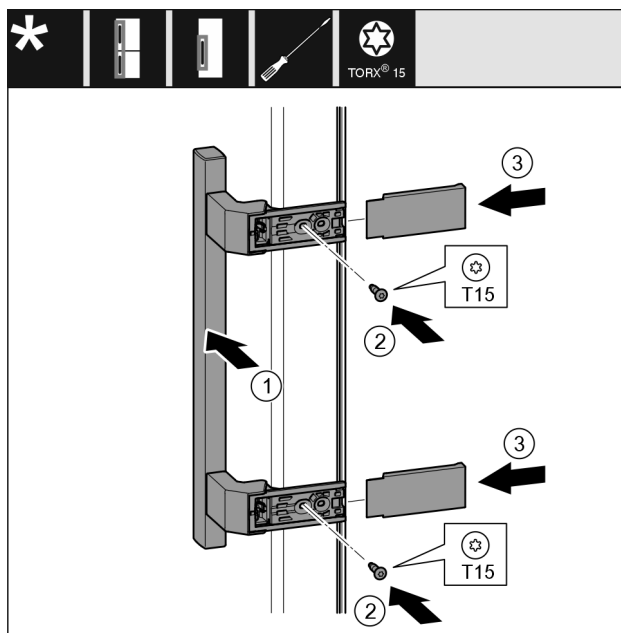

Fig. 42
- Nasad'te madlo Fig. 42 (1) na protilehlé straně.
- Šroubovákem šrouby Fig. 42 (2) pevně utáhněte.
- Kryty Fig. 42 (3) bočně nasad'te a nasuňte.